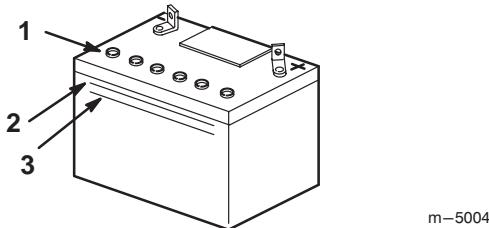

Figure 31
2. Observez le côté de la batterie. Le niveau de l'électrolyte doit atteindre le trait supérieur (Fig. 31). Ne laissez pas l'électrolyte descendre en dessous du trait inférieur (Fig. 31).
3. Enlevez les bouchons d'aération de la batterie (Fig. 31).
4. Versez de l'eau distillée avec précaution dans chaque élément jusqu'au repère supérieur (Fig. 31) sur le côté de la batterie.
5. Attendez cinq à dix minutes après avoir rempli les éléments. Ajoutez de l'eau distillée au besoin, pour amener le niveau au repère supérieur (Fig. 31) sur le côté de la batterie.